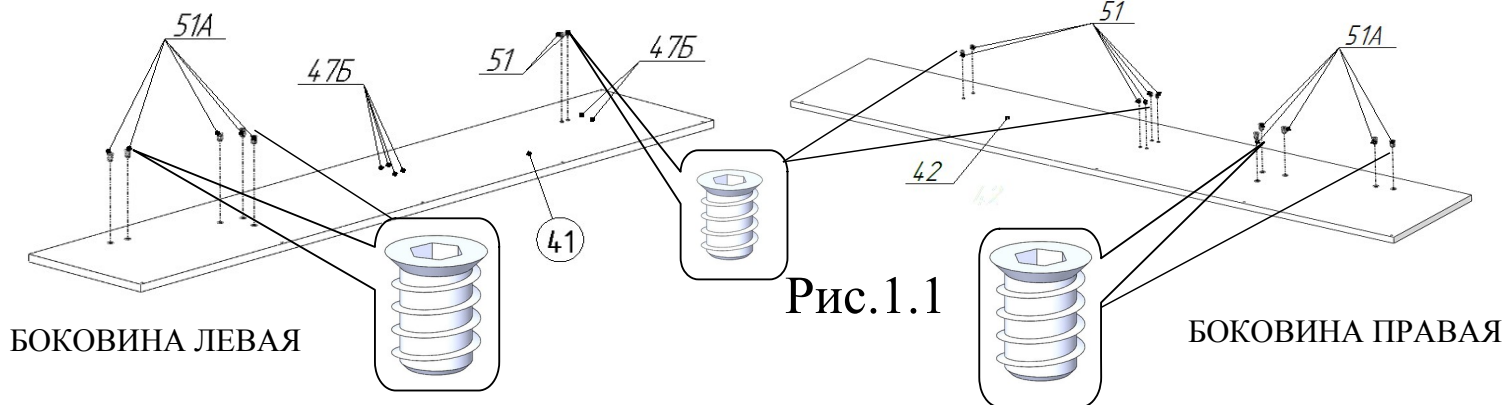
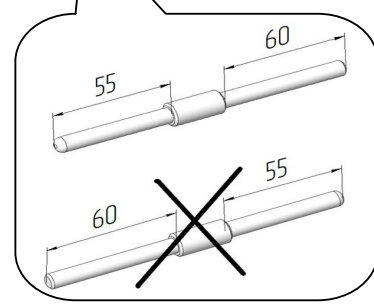

Рис.1.1
Рис.1.2
Установить в боковины поз.41, 42 футорки поз.51,51А, используя шестигранные ключи 6мм и 8мм (рис.1.1). Завинчивание футорок производить до совпадения торцев с плоскостью боковин поз.41,42. Установить заглушки поз.47Б в неиспользуемые отверстия в соответствии с рис. 1.1. Состыковать стенки задние поз.45 между собой, использовав шканты поз.50. Собрать вокруг стенок задних поз.45 боковины поз.41, 42 и панели поз.43, 44 в соответствии с рис.1.2, используя шканты поз.50 и винты-конфирматы поз.49.
12. Поднять раму кровати в вертикальное положение. Надавливанием на верхние углы рамы в горизонтальном направлении, добиться одинаковых зазоров слева и справа между рамой и боковинами короба поз.41,42 (рис.1.2).